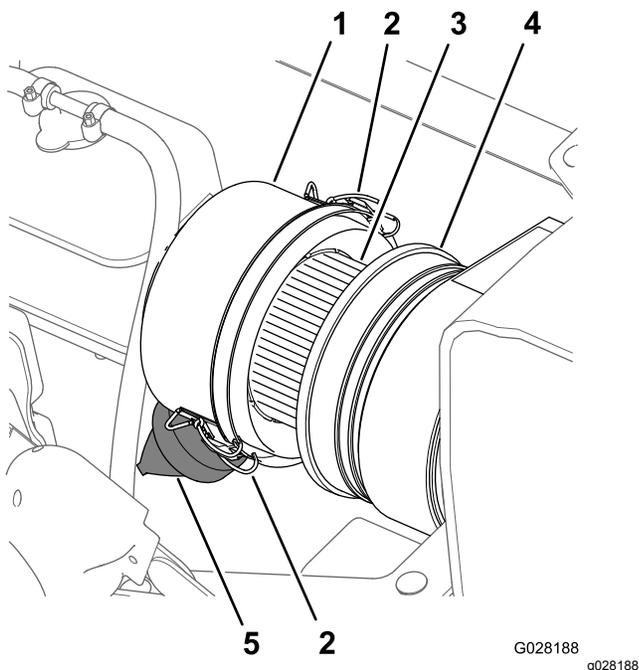
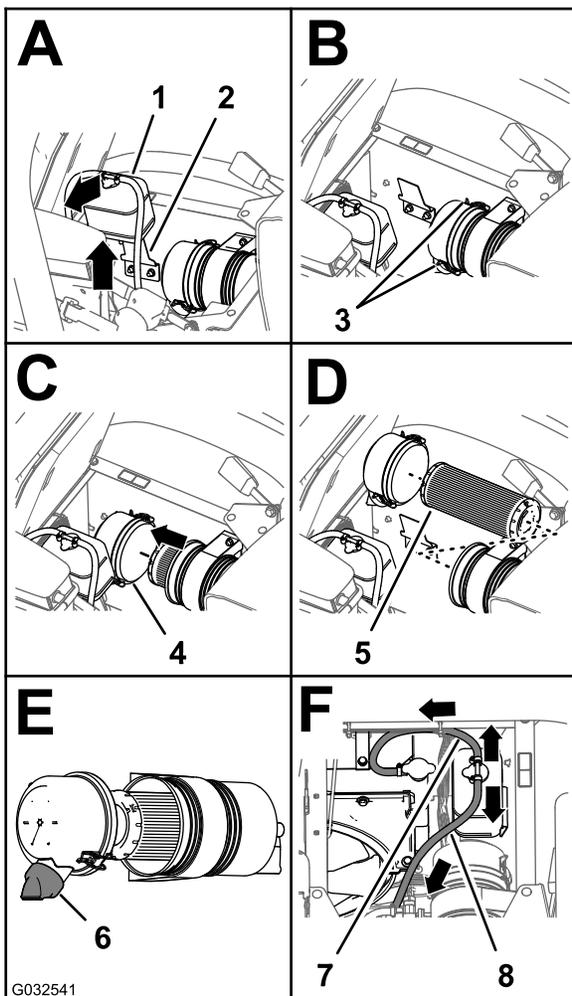

Figura 68
Figura 69
3. Limpe o tampão antipoeira e o corpo do filtro de ar (Figura 68).
4. Verifique se existe algum dano no corpo do filtro de ar que possa provocar uma fuga de ar (Figura 68).
5. Aperte a válvula do pé para a limpar de sujeira, pó e detritos (Figura 68).
7. Verifique se o elemento do filtro de ar tem acumulação excessiva de pó, sujeira e detritos (Figura 68).
8. Instale o tampão antipoeira no corpo do filtro de ar e fixe o tampão com os 2 trincos (Figura 68).
2. Limpe o tampão antipoeira e o corpo do filtro de ar (Figura 68).
3. Levante o depósito de expansão do líquido de refrigeração e retire-o do suporte do depósito (Figura 69).
4. Solte os 2 trincos que fixam o tampão antipoeira ao corpo do filtro de ar (Figura 69).
6. Limpe o interior do tampão antipoeira, do corpo do filtro de ar e da válvula antipoeira com um trapo húmido (Figura 68 e Figura 69).
7. Introduza o elemento do filtro de ar no corpo do filtro de ar (Figura 69).
8. Instale a cobertura no corpo do filtro de ar e fixe-a com os 2 trincos (Figura 69).
**Nota:** Certifique-se de que a válvula do pó está alinhada entre a posição das 5 e das 7 horas, quando vista da extremidade (Figura 69).
9. Alinhe o depósito de expansão do líquido de refrigeração com o suporte do depósito e posicione o depósito com firmeza (Figura 69).
**Importante:** Certifique-se de que a tubagem de descarga da pressão é encaminhada para fora e para baixo e a tubagem de ventilação do depósito é encaminhada para trás, como se mostra na Figura 69.